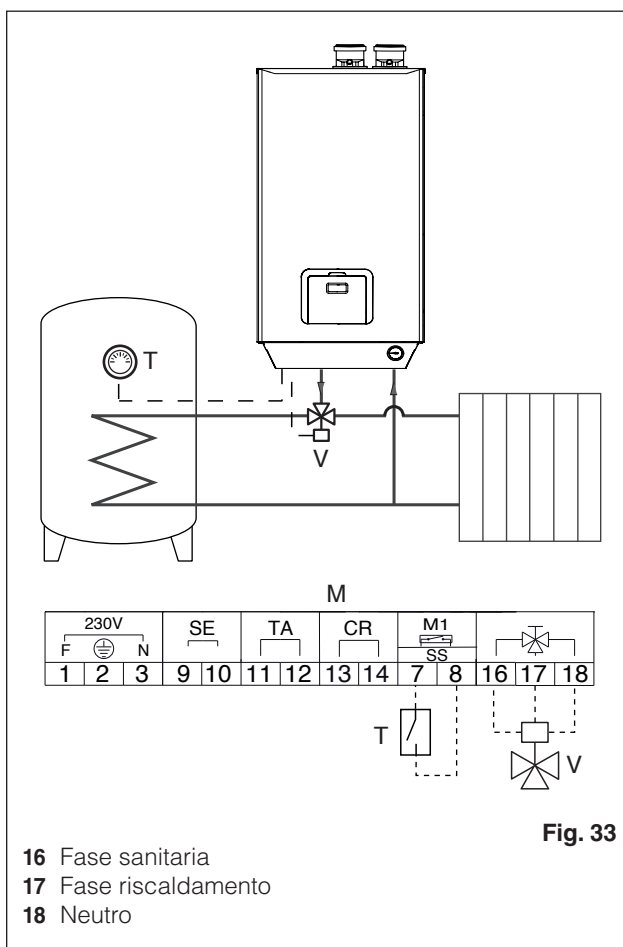

Fig. 33
- realizzare il circuito idraulico rappresentato in Fig. 33
- collegare elettricamente la valvola deviatrice (V) ai contatti 16, 17 e 18 predisposti sulla morsettiera di caldaia (M)
- collegare i contatti del termostato di regolazione del bollitore (T) ai contatti 7 e 8 della morsettiera di caldaia (M)